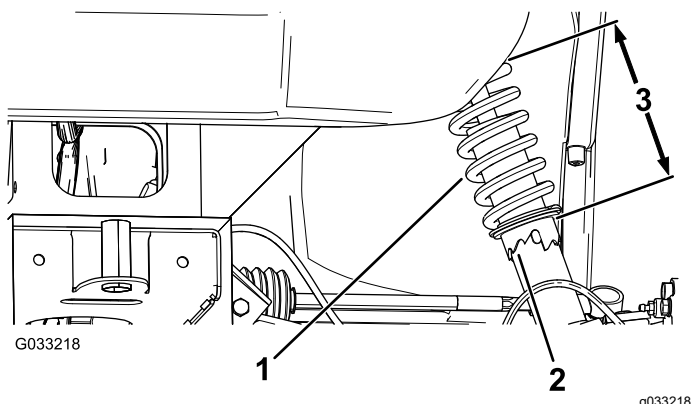

Figura 54
- Dacă unghiul de cădere a roii nu este aliniat, utilizezi cheia pentru piuliță pentru a roti colierul de pe amortizor pentru a alinia roata (Figura 54).